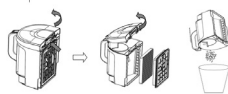

Fig. 3
3. Premere il pulsante di svuotamento, togliere il coperchio del contenitore raccogli polvere (Fig. 3) e svuotare la polvere nel bidone spazzatura.
2. Estrarre la cartuccia con filtro con tessuto SMS e con filtro in espanso (Fig.3)